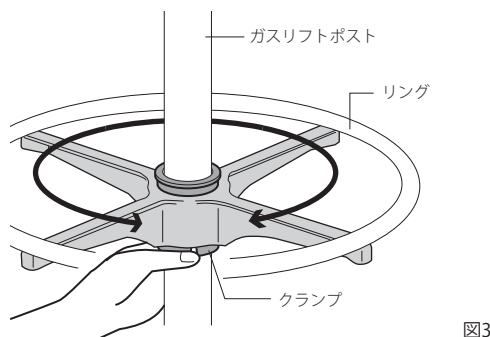

図3
2. フットレストをガスリフトポストに挿入します。片方の手でクランプを持ちながらお好みの高さに調整します。高さが決まりましたらリングを時計回りに回転し固定します。(図3)